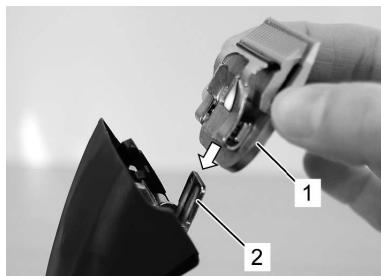

Fig. 15
6. Con la tosatrice accesa, inserisca la testina scelta nella cerniera del pettine e la ribaldi con una leggera pressione (fig. 15, 16, 17).